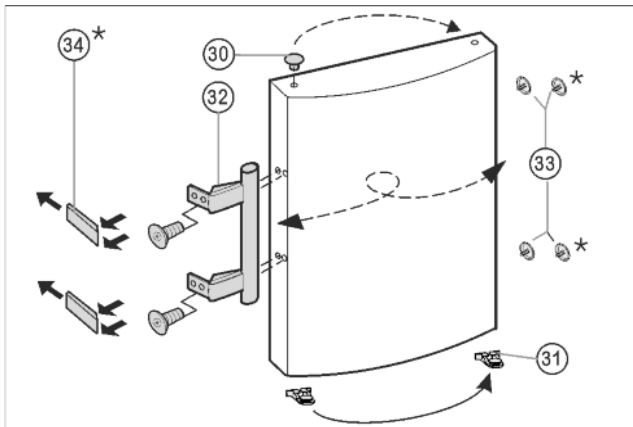

Fig. 9
- ▶ Az ajtó csapágyperselyéből emelje ki és helyezze át a tömítéseket Fig. 9 (30).
- ▶ Szerelje le a Fig. 9 (32) ajtó fogantyúit, a Fig. 9 (33) tömítéseit és a Fig. 9 (34) nyomólemezeit, és helyezze át az ellenkező oldalra.